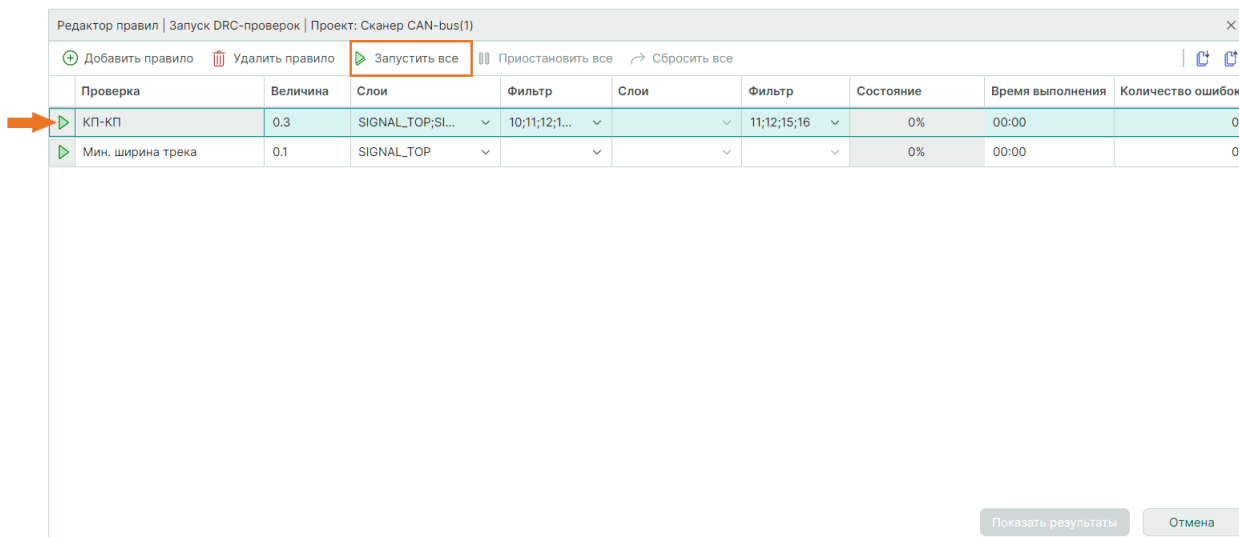

Рис. 446 Запуск проверки
4. Для запуска проверки одного правила используйте кнопку  слева от строки правила, для проведения проверки с использованием всех добавленных правил нажмите «Запустить все», см. Рис. 446.